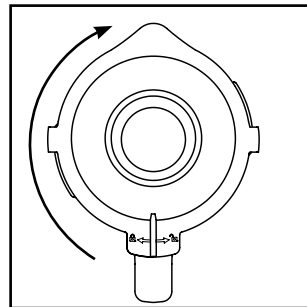

Fig. 2
- 4) Sæt låget ② forskudt på blenderkanden ③ igen. Luk låget ② ved at dreje det med uret til position ⑧, indtil det klikker hørbart på plads (se fig. 2). Sørg for, at hældetuden på blenderkanden ③ er lukket. Motoren kan kun startes, hvis låget ② slutter helt til.